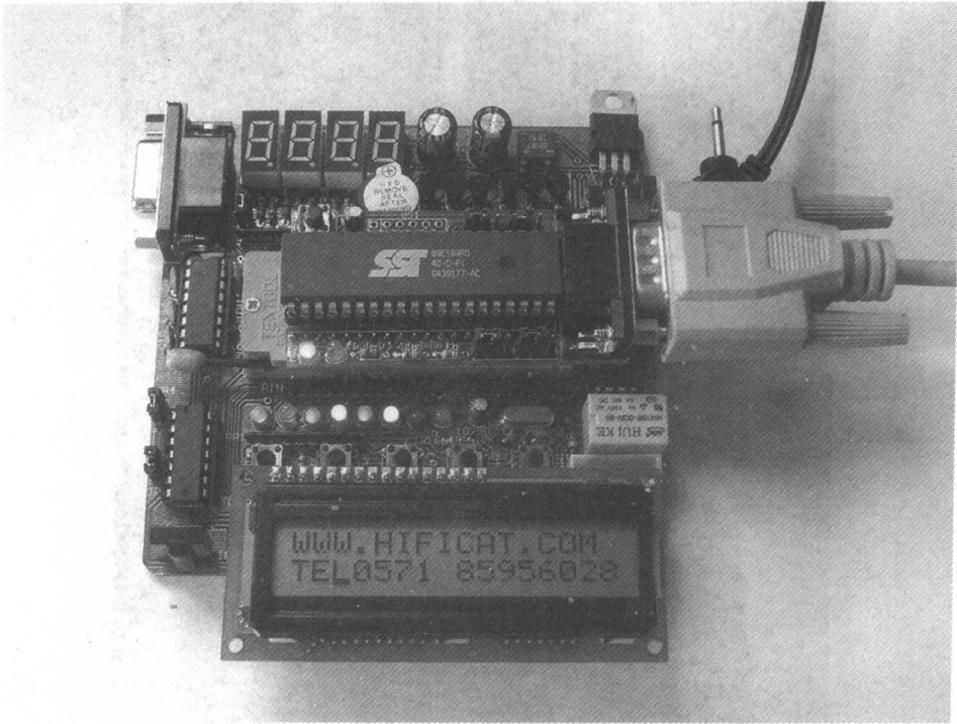
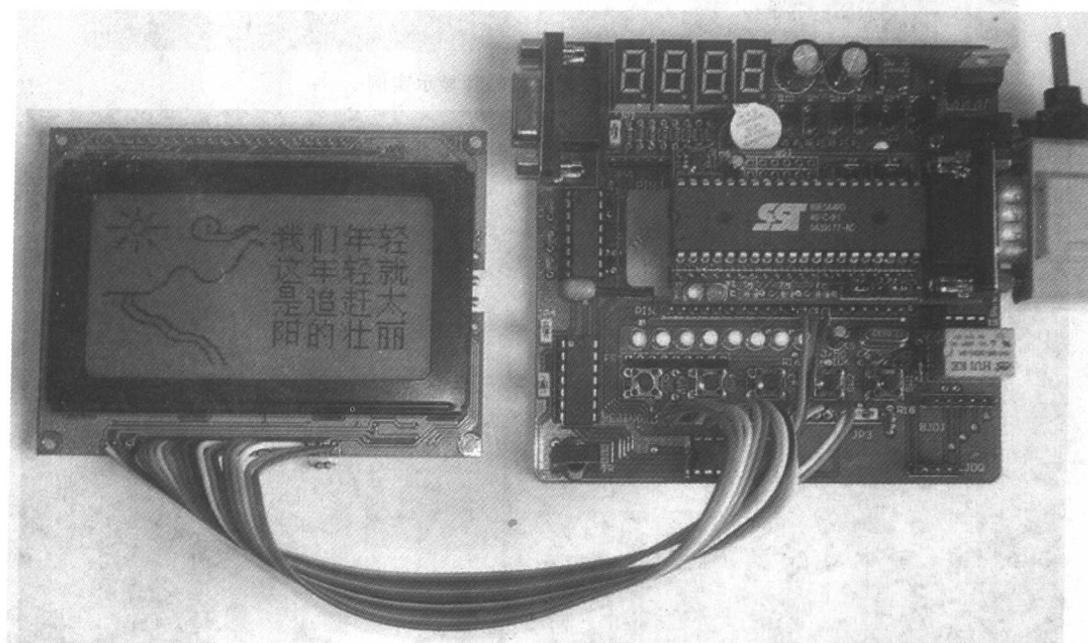

图 1-2 1602 液晶屏显示实例
图 1-6 12864 液晶显示实例
2) 应用实例之二：如图 1-2 所示，这是一个液晶屏显示的应用实例。1602 型液晶屏是
5) 应用实例之五:如图 1-6 所示，我们利用单片机来做液晶显示，与图 1-2 所示不同之